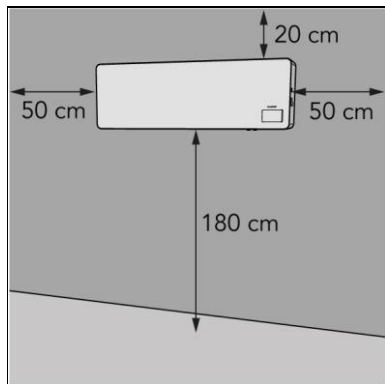

Figure 6
2. Placez l'appareil en respectant une distance minimale (figure 6) de: